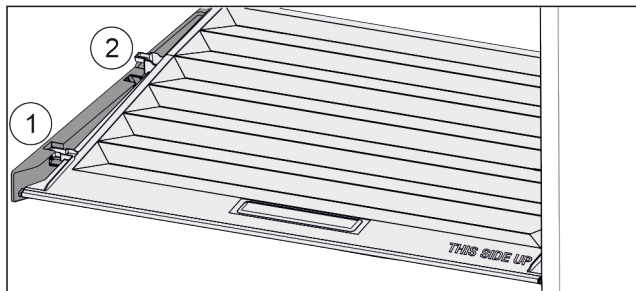

Fig. 101
- ▶ Pokrov povlecite naprej Fig. 101 (1) do odprtine v držalnih delih.
- ▶ Zadaj ga od spodaj dvignite in odstranite Fig. 101 (2) navzgor.